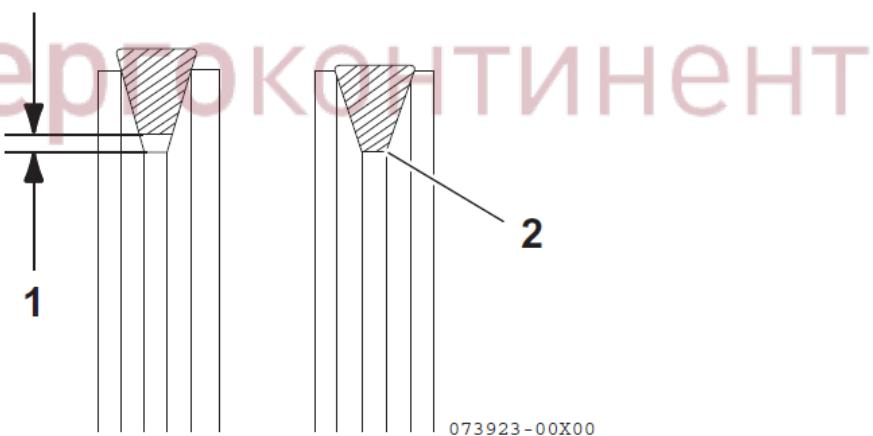

Рисунок 41
3. Закрепить клинообразный ремень в положении, при котором установилось требуемое натяжение ремня. Между клинообразным ремнем и дном желобка шкива должен быть зазор (рисунок 41 (1)). Если зазор (рисунок 41 (2)) между клинообразным ремнем и дном желобка шкива отсутствует, следует заменить клинообразный ремень.